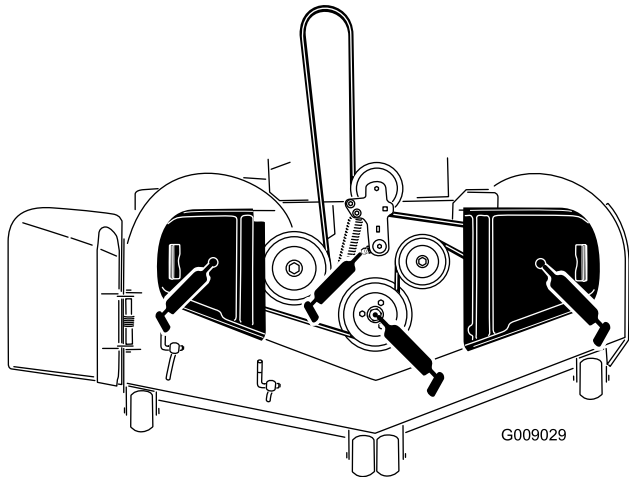

Figure 40
3. Graissez le pivot de la poulie de tension du tablier de coupe jusqu'à ce que la graisse ressorte par le bas (Figure 40).
4. Graissez les graisseurs sur le haut des 3 roulements d'axes jusqu'à ce que la graisse ressorte (Figure 40).
5. Graissez le bras de la poulie de tension de la courroie d'entraînement (Figure 40).